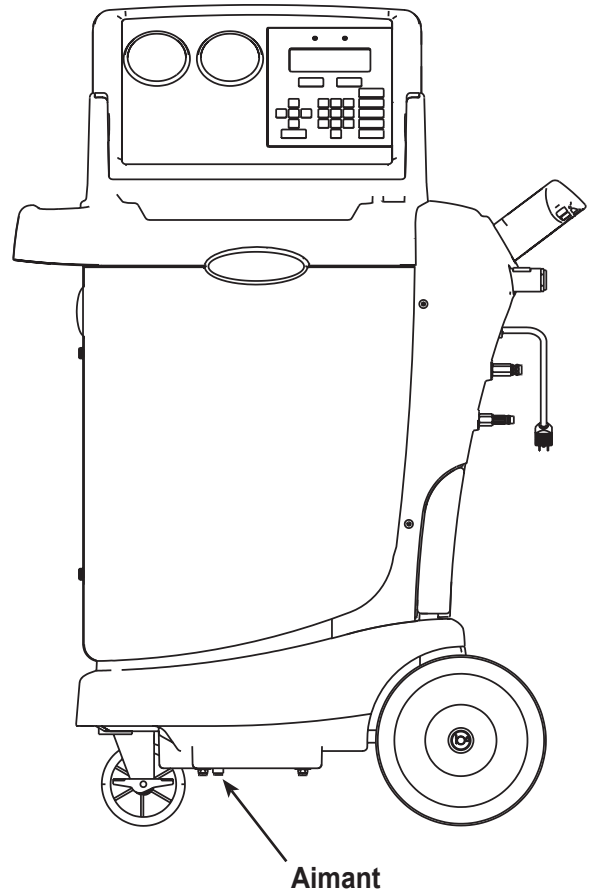

Figure 18
3. Reportez-vous à la Figure 18 et assurez-vous que l'aimant au bas de l'unité est propre. Appuyez sur **START / YES (marche / oui)**.